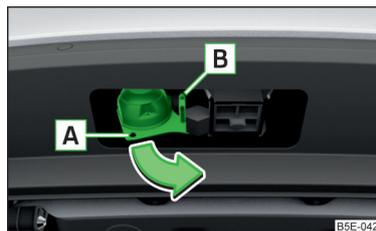

Abb. 190
- Die 13-polige Steckdose im Bereich **A** fassen und in Pfeilrichtung ausschwenken » Abb. 190.
- Den Stecker des Anhängerkabels in die 13-polige Steckdose **A** » Abb. 190 einstecken.